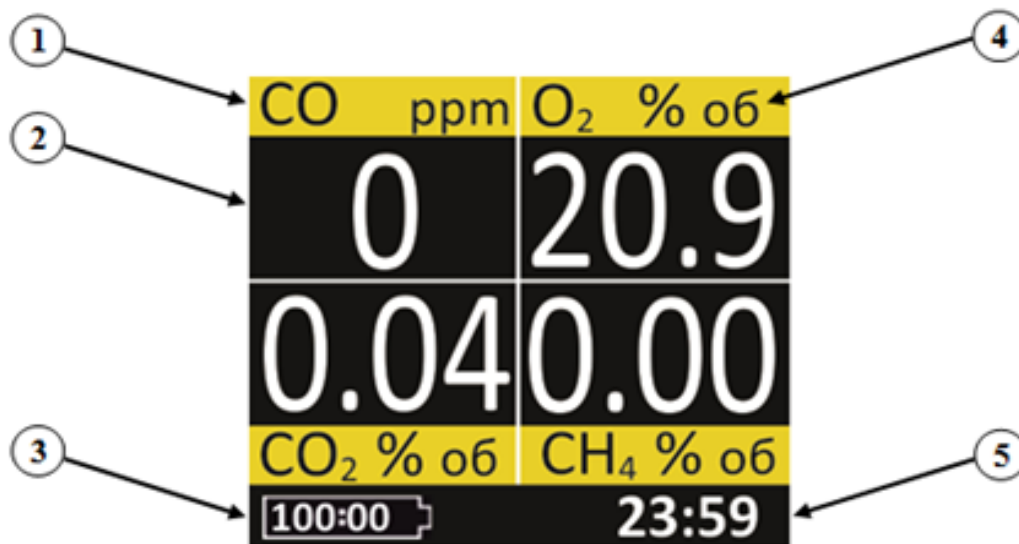

Рисунок 7 – Дисплей Микросенс в «основном режиме работы»
Визуально дисплей Микросенс в «основном режиме работы» поделен на пять частей (рисунок 7), четыре поля измерительных каналов и информативное поле:
- измеренные данные, заряд батареи и текущее время (рисунок 7).